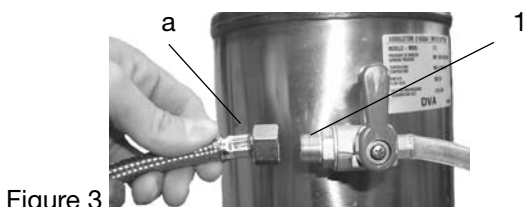

Figure 3
- 1) Utiliser le tuyau **a** (de 900 mm, fourni en dotation à la machine) pour raccorder la vanne d'arrêt de l'alimentation hydraulique au robinet **1** d'entrée de l'eau dans l'adoucisseur (figure 3).